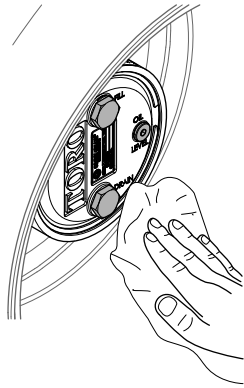

Figure 70
- Essuyez soigneusement les carters de frein et de train planétaire (Figure 70).